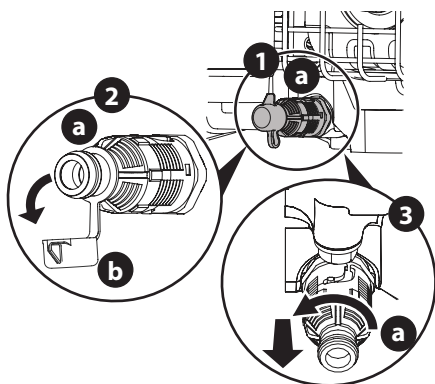

Figure 6
1. Localisez la soupape de vidange de l'huile (a) et placez un récipient approprié pour la collecte d'huile sous la bouchon d'huile (Figure 6).